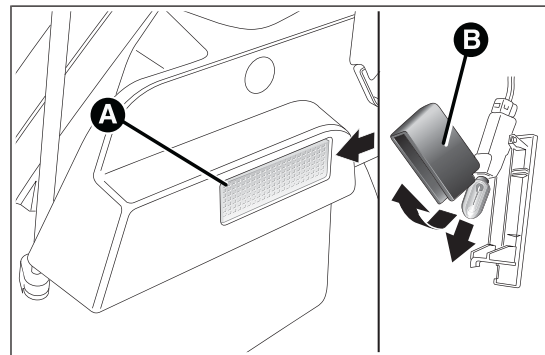

fig. 145
- ouvrir le coffre à bagages et extraire le plafonnier A fig. 145 en agissant sur le point indiqué par la flèche ;